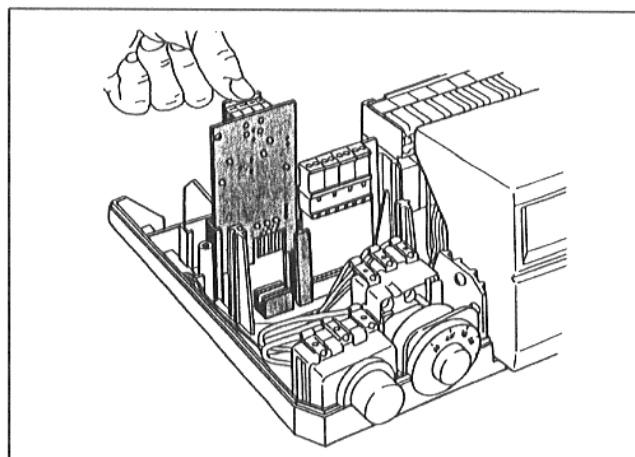

Рис. 3
- Ввести модуль в направляющие и вставить в штекерную колодку (Рис. 3).